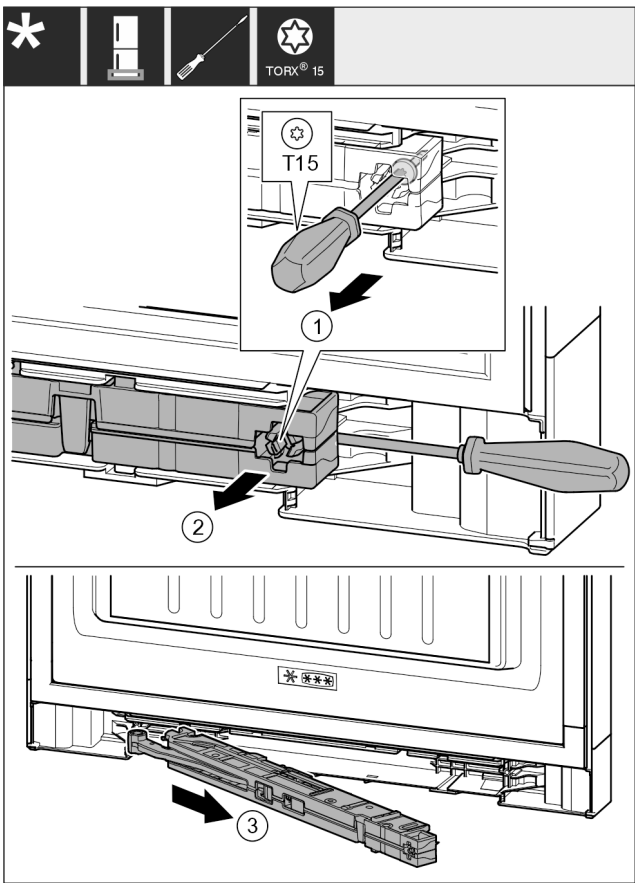

Fig. 17
- ▶ Schroef op de sluitdemperenheid met schroevendraaier T15 ca. 14 mm losdraaien. Fig. 17 (1)
- ▶ De schroevendraaier aan de kant van de greep achter de sluitdemperenheid aanbrengen. Eenheid naar voren draaien. Fig. 17 (2)
- ▶ Eenheid eruit trekken. Fig. 17 (3)